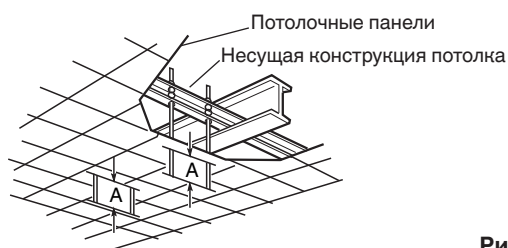

Рис. 3-7
- Используйте существующие несущие конструкции потолка или соорудите соответствующую опору (Рис. 3-7).